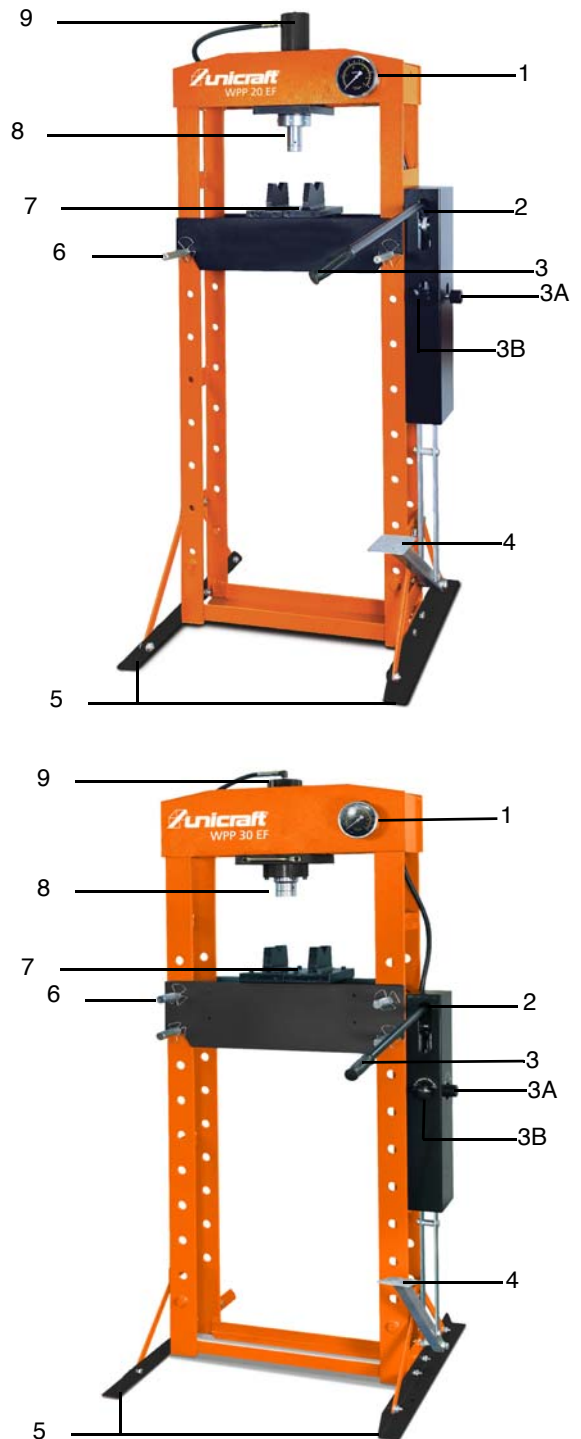

Abb. 4: Gerätebeschreibung WPP 20 EF oben und 30 EF unten
Schritt 1: Das Hydrauliksystem entlüften, dazu die beiden Ventile (3A und 3B) Abb.4 gegen den Uhrzeigersinn drehen. Mehrmals mit dem Pumphebel pumpen, um die Luft aus dem Hydrauliksystem zu entfernen. Anschließend die Umstellventile wieder verschließen.